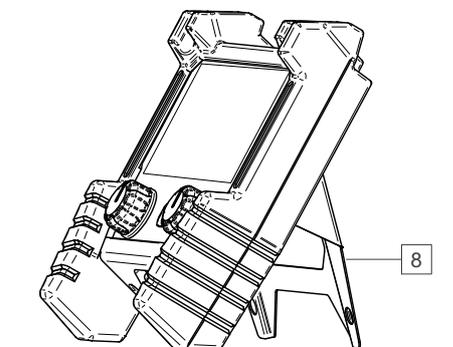

Figura 3
- soporte [8], que se utiliza para apoyar el dispositivo sobre una superficie plana, por ejemplo, una mesa de soldadura (Figura 3).